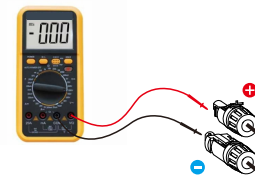
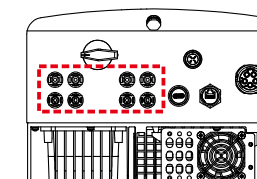

Figura 5.17 Misurazione del multimetro
Figura 5.18 Collegamento dei connettori CC all'inverter
5. Misurare la tensione FV dell'ingresso CC con il multimetro, verificare la polarità del cavo di ingresso CC (come illustrato in figura 5.17) e assicurarsi che ogni stringa di tensione FV rientri nell'intervallo di funzionamento dell'inverter. Collegare il connettore CC con l'inverter: un lieve clic indica che la connessione è stata completata correttamente (vedere la figura 5.18).